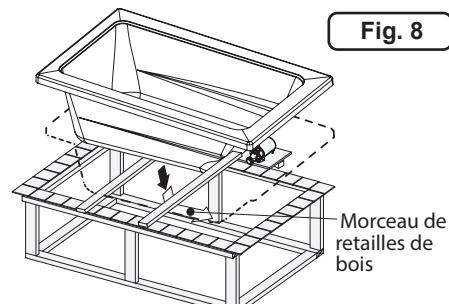

Fig. 8
3. Placez un morceau de retailles de bois sur chaque extrémité de la forme découpée – ils serviront de support temporaire avant d'abaisser la baignoire complètement dans l'ouverture (figure 8).